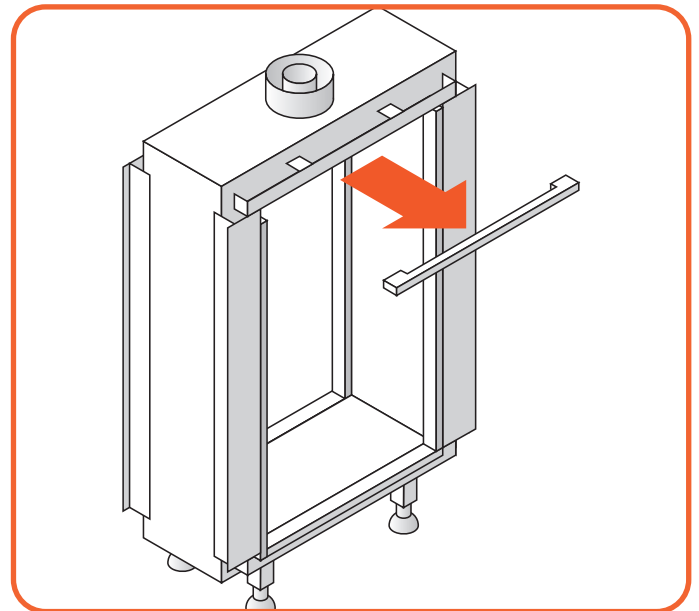

Abb. 9.3 Abneme die obere Verkleidung
- Nehmen sie die obere Verkleidung ab (Abbildung 9.3).